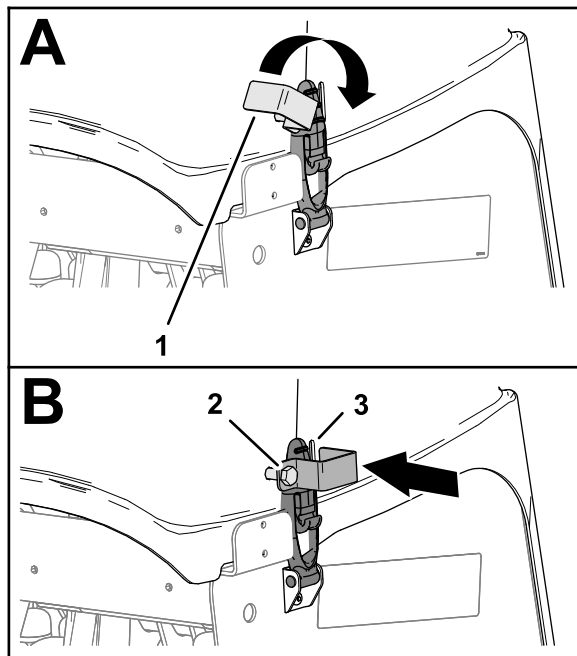

図 154
3. CE 向けラッチロック搭載マシンでは、ロックプレートのコアリングヘッドカバーの側面にあるスロットに嵌める 図 154。
4. ロックプレートのボルトを締め付ける 図 154。